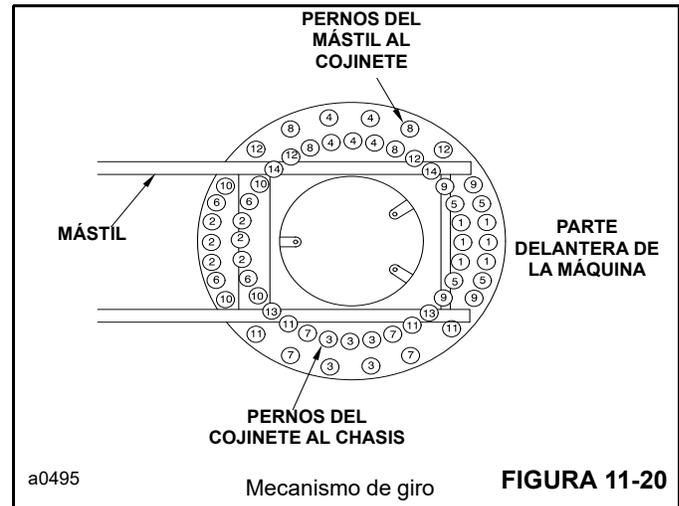

FIGURA 11-20
Use la secuencia de apriete que se muestra en la Figura 11-20 cuando revise el valor de apriete de los pernos.
3. Instale los pernos (18) y las arandelas planas (17) para sujetar el cojinete del mástil en la placa del cojinete.
4. La Figura 11-20 muestra el orden de apriete de los pernos. Cada perno se debe apretar primero a un par de 698-756 Nm (515-558 lb-pie) y luego aflojarse levemente. Después, cada perno debe apretarse de nuevo a 698-756 Nm (515-558 lb-pie).
7. La Figura 11-20 muestra el orden de apriete de los pernos. Cada perno se debe apretar primero a un par de 698-756 Nm (515-558 lb-pie) y luego aflojarse levemente. Después, cada perno debe apretarse de nuevo a un par de 698-756 Nm (515-558 lb-pie).